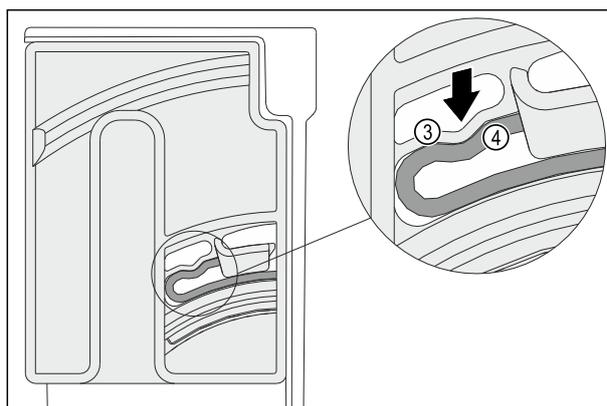

Fig. 101
- ▶ 旋转单元的弹性元件 Fig. 101 (3) 卡入圆弧形滑条 Fig. 101 (4) 中，发出咔哒声。